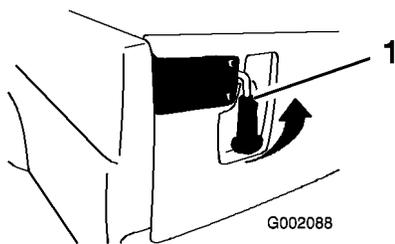

Figura 26
- Para abrir os trincos da porta traseira, levante os respectivos manípulos (Figura 26). Os trincos deslocam-se automaticamente para o centro da porta traseira. Baixe a porta traseira lentamente.